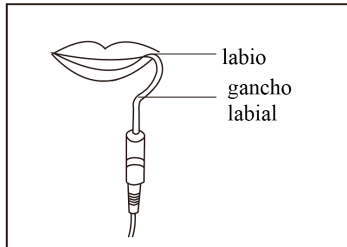

Imagen 19
4.2.4 Cuelgue el gancho labial en el labio, asegúrese de que entre en contacto con la mucosa oral como electrodo de referencia [Imagen 19].